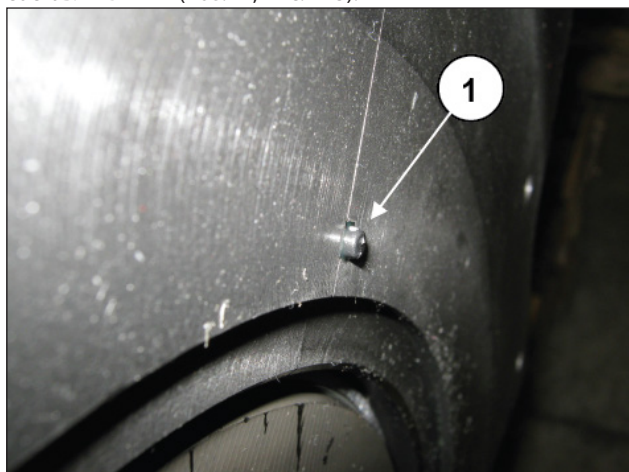

Рис. 115
Вставьте радиальное уплотнительное кольцо внутрь крышки подшипника BOM (поз. ①, Рис. 115).